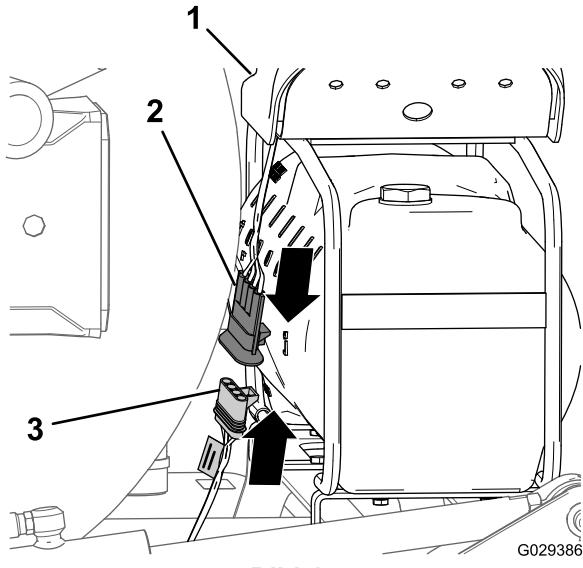

Bild 17
1. Flachten Sie am Ende des 236-cm-Zweigs des Kabelbaums den 4-Buchsenstecker des Kabelbaums für das Finishingkit mit dem 4-Stiftstecker des Kabelbaums für den Kompressor aus (Bild 17).
2. Stecken Sie den 4-Stiftstecker in den 4-Buchsenstecker (Bild 17).